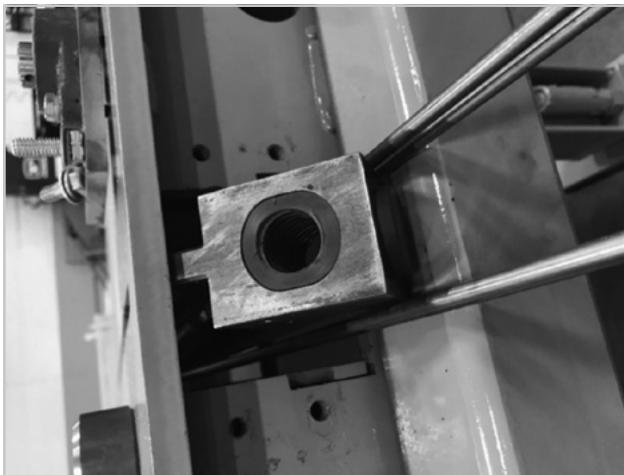

Figura 81
11. Inserte la nueva tuerca ACME inclinando hacia el lado opuesto (figura 81).